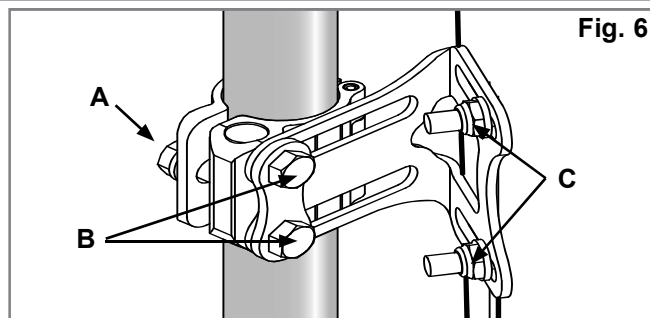

Fig. 6
(Fig. 6, 7).
1. Fjern de to (2) skruer (B) der holder monteringsbeslaget til ryglænsrørets fastspændingssamling, (Fig. 6).